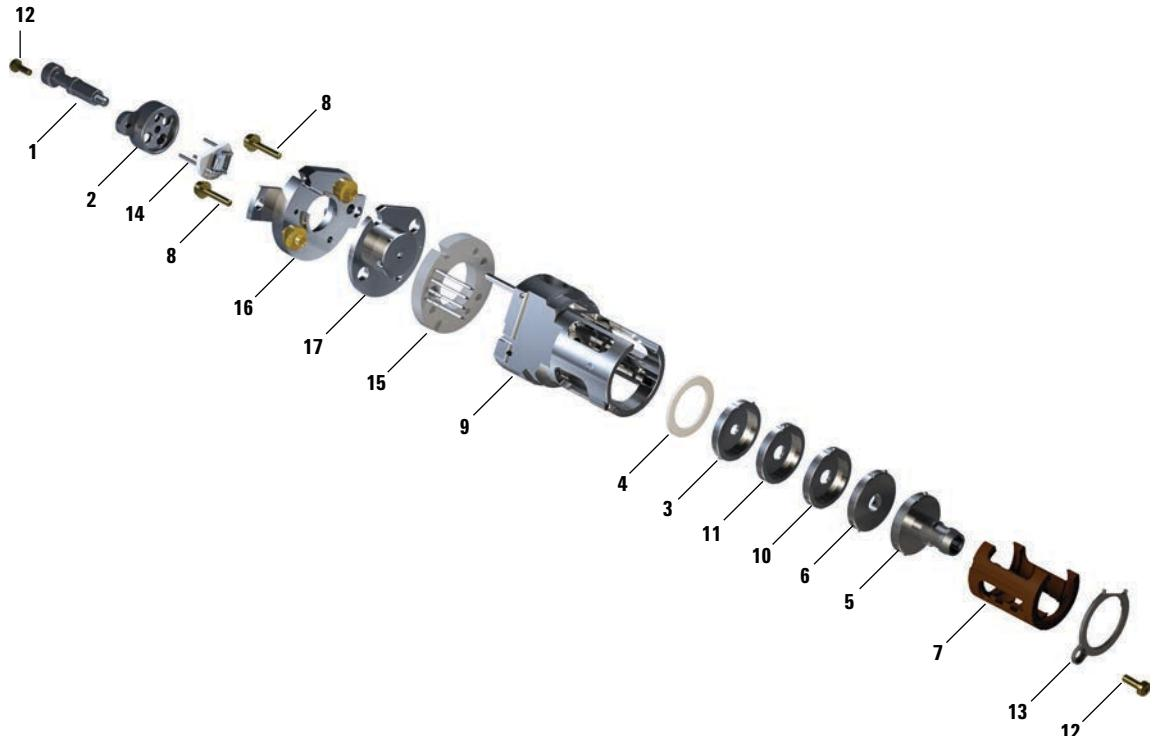

図 41 EI HES の組み立て
以下の手順を行う際には、図 41 の部品分解図および 141 ページの表 17 の EI HES 部品リストを参照してください。
- 3 インシュレータに入ったレンズをイオン源本体に挿入します。(141 ページの図 41 を参照してください。) 刻印された番号が、イオン源本体の端まで伸びる完全開口部の方に向けます。セラミックがイオン源本体の端に納まっていることを確認します。
表 17 EI HES の部品リスト (図 41)
表 17 EI HES の部品リスト (図 41) (続き)